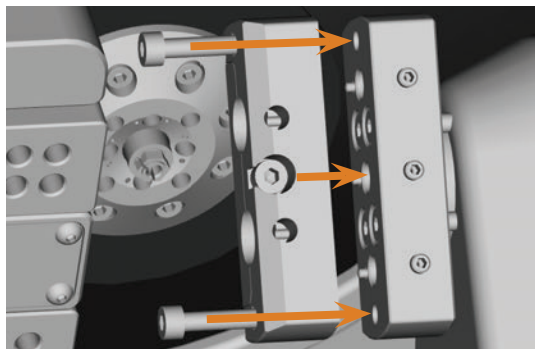

FIG. 19: VISSEUR LE PORTE-PILIER
- M4. Amener le porte-pièce à la verticale (↻ Fig. 19).